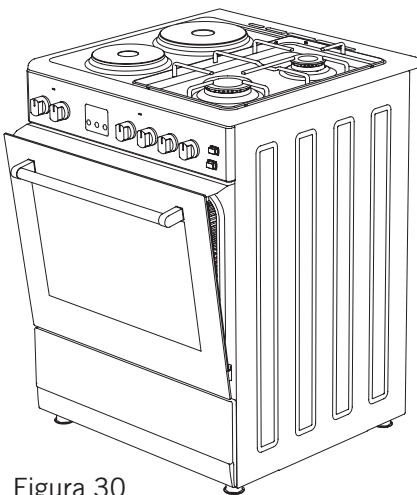

Figura 30
3. Luego, fije el panel de seguridad entre el horno y la cubierta frontal cerrando cuidadosamente la cubierta. (Figura 30)